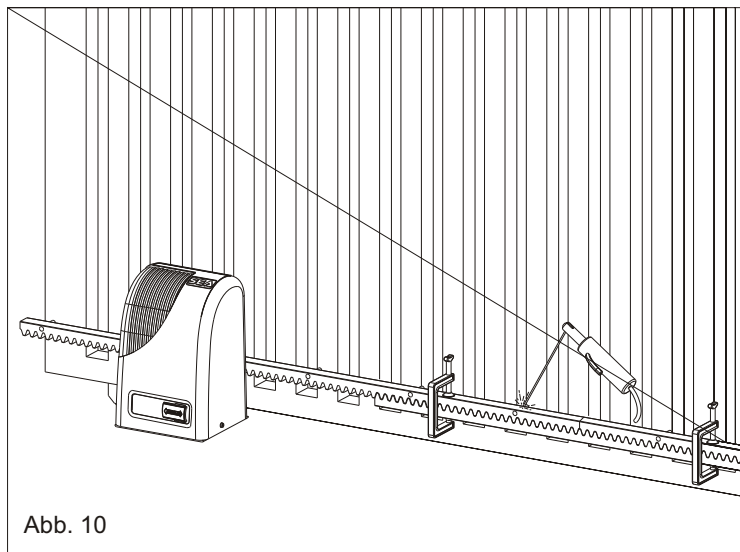

Abb. 10
5.5. Sich vergewissern, dass sämtliche Zahnstangenglieder bindig aneinandergereiht und ordentlich verlegt wurden (synchronisierte Verzahnung). Es wird empfohlen, zwei aneinandergereihte Glieder, einem dritten, wie in Abb. 10, gegenüberzustellen;